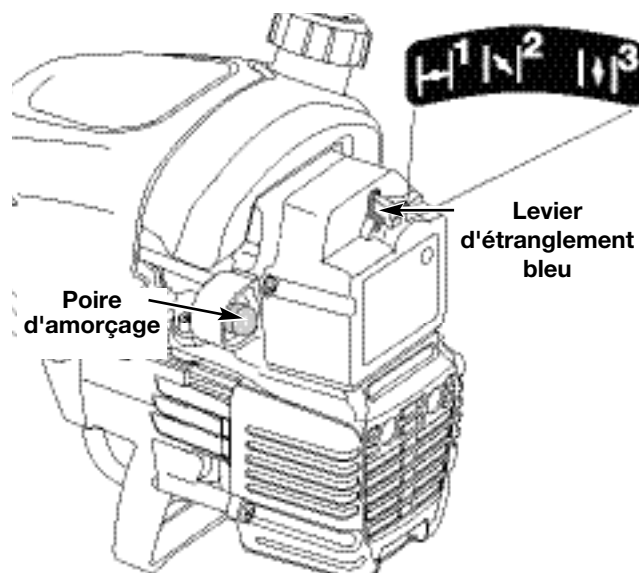

Fig. 17
2. Pressez et relâchez la poire d'amorçage à 10 reprises, lentement. Une certaine quantité d'essence **devrait être visible dans la poire d'amorçage** et les conduites d'essence (Fig. 17). Si vous n'apercevez pas d'essence dans la poire, pressez et relâchez la poire autant de fois qu'il le faut pour y voir de l'essence.
3. Placez le levier d'étranglement bleu en **position 1** (Fig. 17).
5. Placez le levier d'étranglement bleu en **position 2** (Fig. 17).
8. Placez le levier d'étranglement bleu en **position 3** (Fig. 17). La machine est prête à être utilisée.